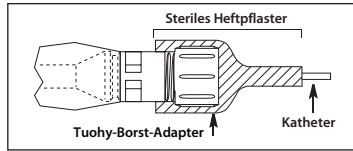

Abbildung 8
- Das Ende des Katheter-Kontaminationsschutzes mit dem Tuohy-Borst-Adapter sollte mit sterilem Heftpflaster gesichert werden, um Bewegungen des Katheters zu hemmen (siehe Abbildung 8).